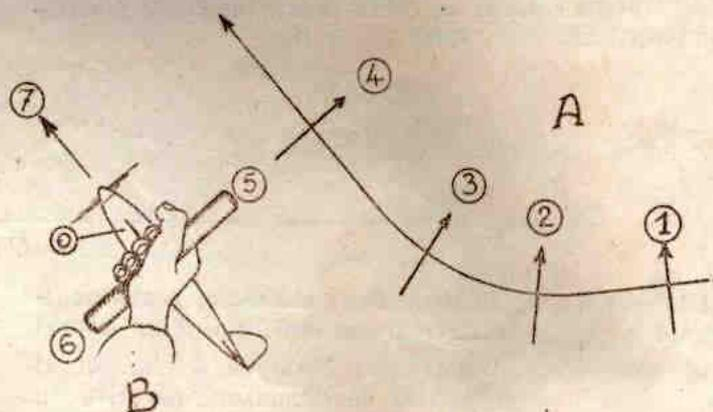

FIG. 39. — Tenue du manche dans la chandelle.
Pour exécuter une chandelle prolongée, il faut accompagner le déplacement de l'avion avec le bras tendu. Mais pour gagner en précision et pour vous préparer aux évolutions plus complexes, prenez dès le début l'habitude de tenir le manche devant vous perpendiculairement à la direction du fuselage. Oubliez la notion de l'horizontale pour ne penser qu'à l'ensemble manche-avion tel que vous le voyez devant vous (fig. 39 B). A cet instant, le haut et le bas sont matérialisés pour vous par les extrémités 5 et 6 du manche. Partant de cette position, voulez-vous arrondir encore la trajectoire en forme de looping? Vous tirez sur le manche comme si vous partiez du vol
La figure 39 (A) montre comment le pilote voit le manche devant lui à chaque point de la trajectoire.